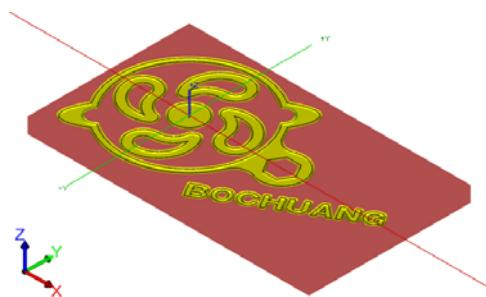

图 9-123 实体验证的雕刻结果
- ⑬ 在刀具路径操作管理器中单击“验证已选择的操作”按钮 ，系统弹出“加工模拟器”，在工具栏中单击“等角视图”按钮 ，将视图转换为等角视图。单击“开始按钮” ，系统开始进行加工模拟验证，最后的模拟验证结果如图 9-123 所示。